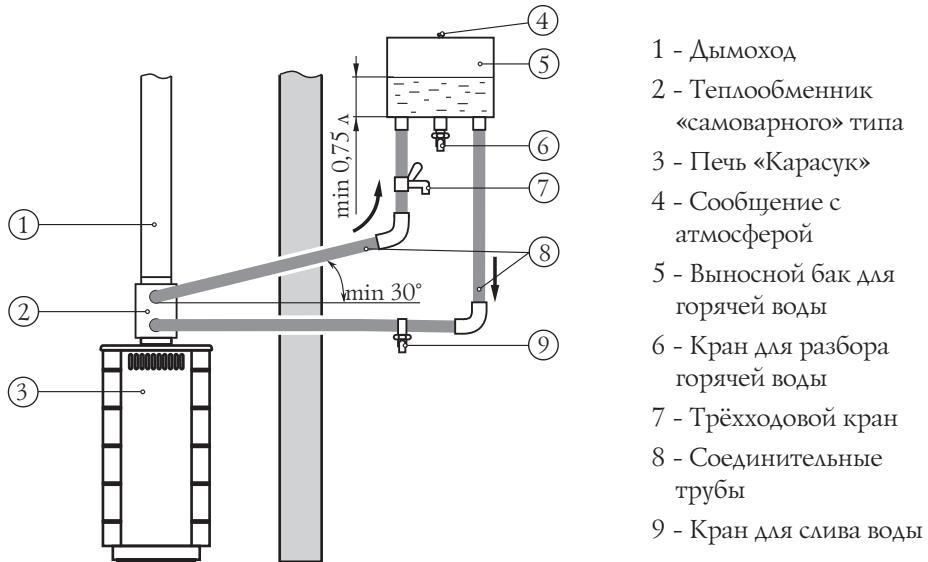

Рисунок 6. Схема монтажа системы водонагрева с использованием теплообменника «самоварного» типа.
При необходимости получения горячей воды за более короткий срок, допускается производить разбор воды до ее попадания в бак. Для этого необходимо присоединить трехходовой кран (7) к трубе горячей линии, между верхним штуцером теплообменника и выносным баком в удобном для вас месте (рисунок 6).